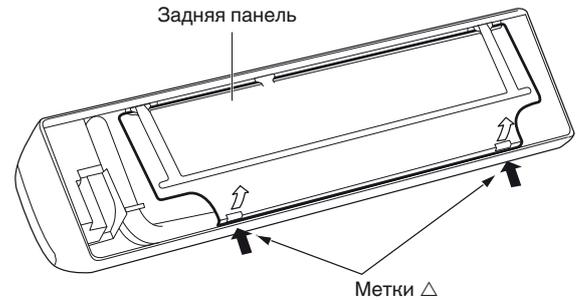

Рис. 3-2
- (2) Нажмите 2 Δ метки на крышке рамы и отсоедините стационарные петли от рамы. (Рис. 3-2)